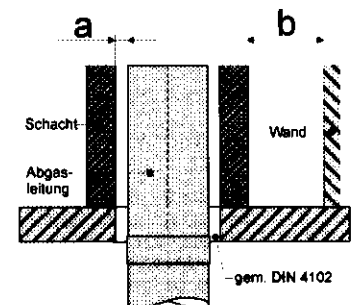

Bild 5
- der Zwischenraum zwischen Abgasleitung und Schacht nach Absatz 2 hinterlüftet ist und von den Außenflächen des Schachtes zu den Bauteilen aus oder mit brennbaren Baustoffen 5 cm Abstand eingehalten werden (siehe Bild 5 und Tab. 5), oder
Abstände Abgasleitung im Schacht mit Hinterlüftung (siehe Bild 5)